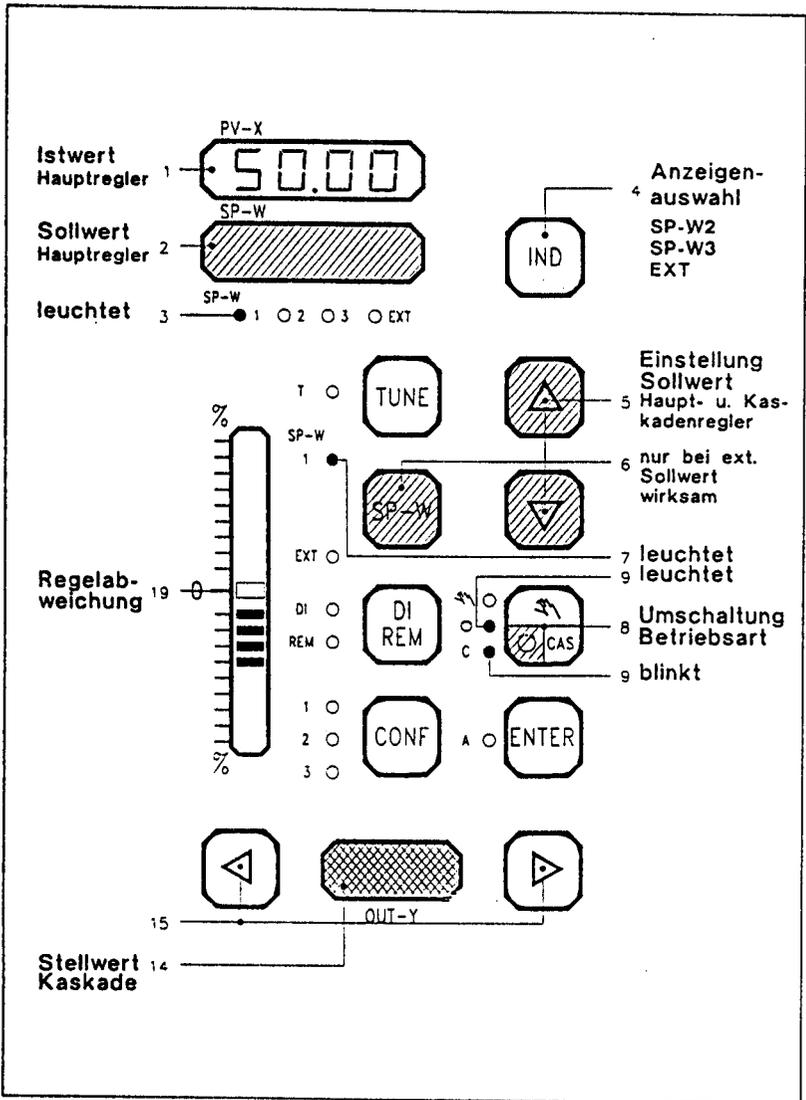

Bild 50 Anzeige- und Bedienelemente Betriebsart "Automatik"
Nach dem Umschalten mit der **Betriebsartentaste (8)** auf "Automatik", zeigt die Fronttafel folgendes Bild (Bild 50):